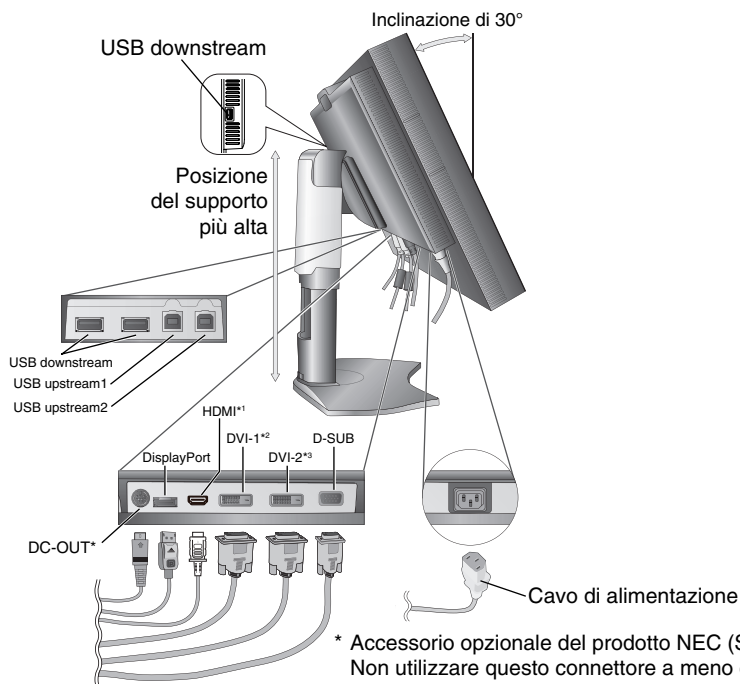
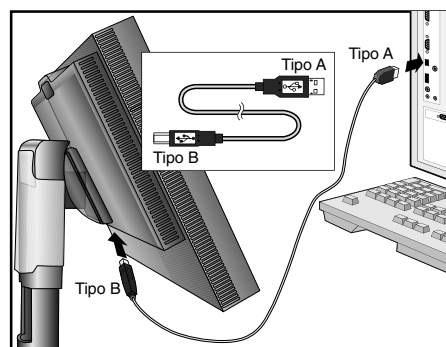

Figura C.1
Figura C.1a
- Collegare tutti i cavi ai connettori appropriati (**Figura C.1**). Utilizzando il cavo USB, collegare il connettore tipo B alla porta a monte USB sul lato destro posteriore del monitor e il connettore tipo A alla porta a valle sul computer (**Figura C.1a**). Se si utilizza un cavo in uscita dal dispositivo USB, collegarlo a una delle porte a valle del monitor.